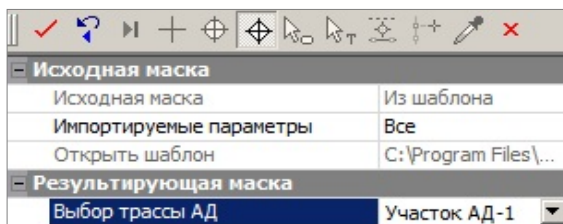

Рис. 10.2
- Результирующую маску – проектную ось дороги, укажите на плане или выберите из списка в окне параметров (рис. 10.2).